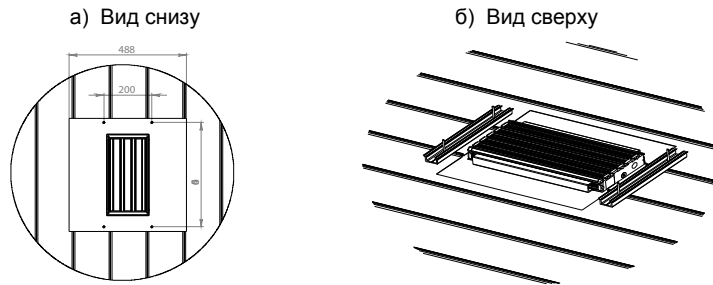

Рис. 2. Установка светильника UCC-42-A3C с рамочным креплением.
8.1. Прикрепить рамку 488x488 мм к потолку с помощью двух потолочных креплений и 4 саморезов, как показано на рис. 2.